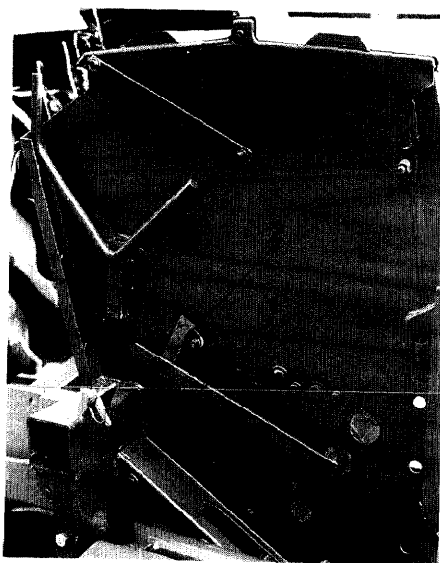

Fig. 129
- 1) Bodemkleppen stelhendel (fig.129/1) aan de getande plaat (fig.129/2) in stand "1" te brengen.